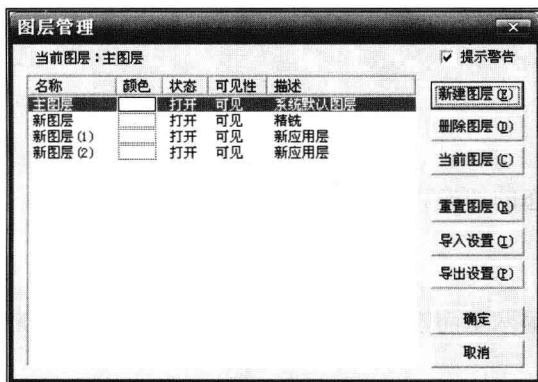
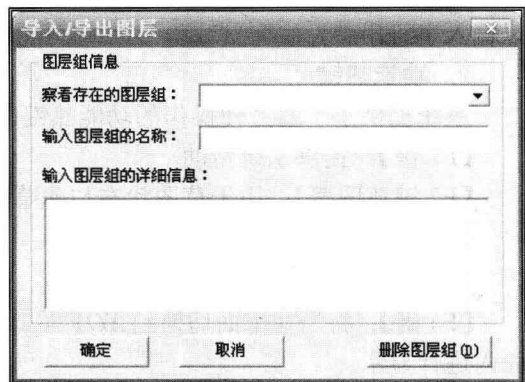

图 1-2 层设置
图 1-3 导出/导入设置图层
(1) 功能 本项菜单的功能是修改（查询）图层名、图层状态、图层颜色、图层可见性以及创建新图层。
(2) 操作
① 单击【设置】下拉菜单中【层设置】，或者单击按钮，弹出图层管理对话框（图 1-2）。
② 选定某个图层，双击【名称】、【颜色】、【状态】、【可见性】和【描述】其中任一项，可以进行修改。
③ 可以新建图层、删除指定图层或将指定图层设置为当前图层。
④ 如果想取消新建的多图层，可单击【重置图层】按钮，返回到图层的初始状态。
⑤ 单击导出设置按钮，弹出导入/导出图层对话框（图 1-3），输入图层组名称及其详细信息，单击确定按钮，可将当前图层状态保存下来。
⑥ 单击导入设置按钮，弹出导入/导出图层对话框（图 1-3），选择已存在的图层组名称，单击确定按钮，可使该图层组成为当前图状态；单击删除图层组按钮，可将其删除。
(3) 说明